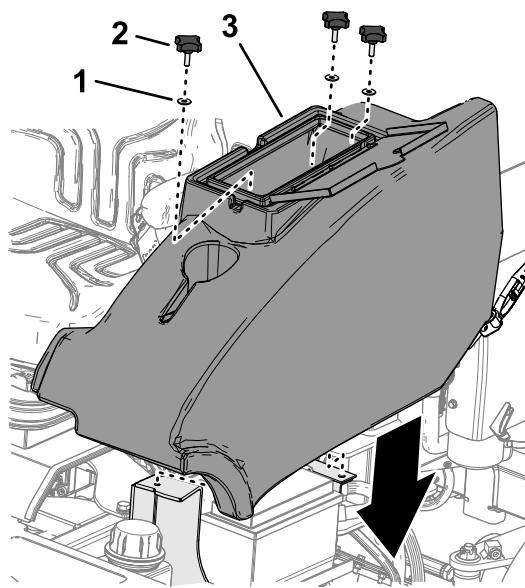

Bild 46
2. Bauen Sie das Ablagefach mit den drei Handrädern und den drei Unterlegscheiben in die Maschine ein (Bild 46).